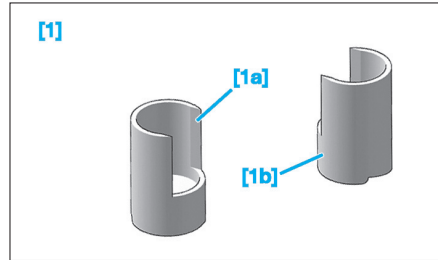

Fig. 35
- [1]. Cale de mise à hauteur de la suspension arrière P.1004 (Fig.35) :